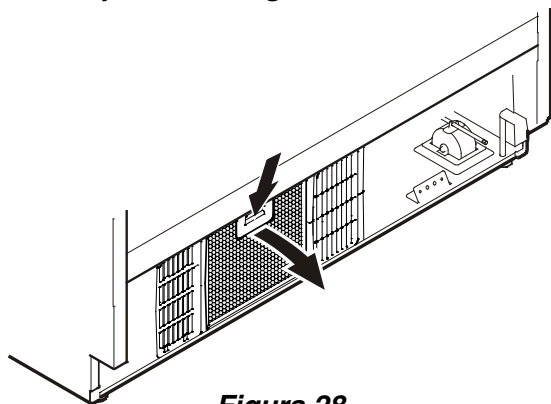

Figura 28
- Presione el botón del filtro de aire, inclínelo hacia adelante y retírelo - **Figura 28**.